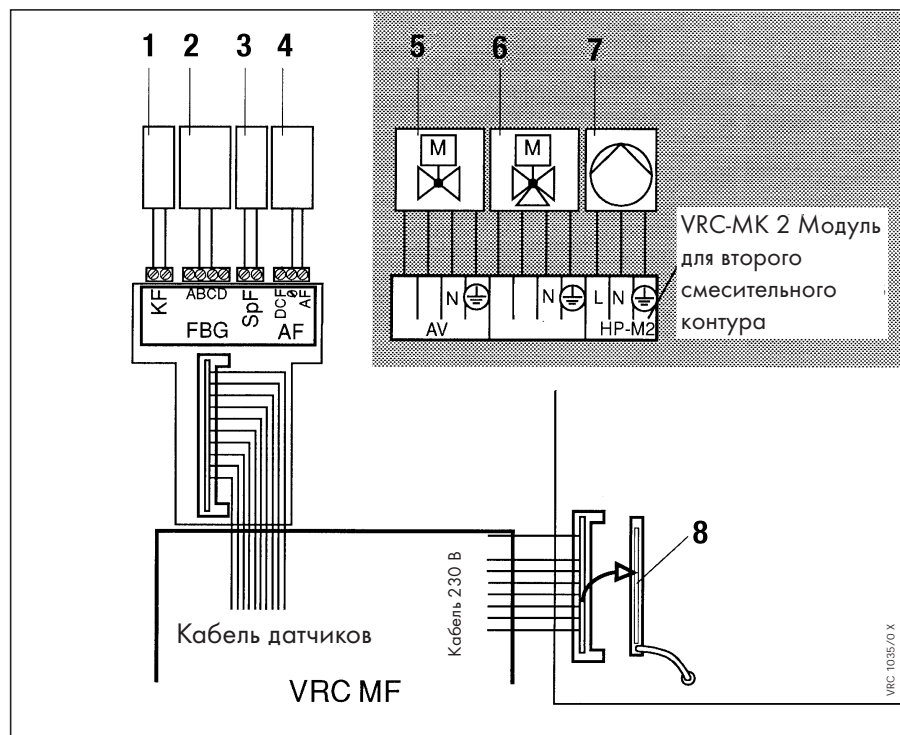

Рис. 5.1 Уровень "котёл"
- Схемы представлены рис. 5.1 и рис. 5.2 на последующих страницах.
Пояснения к рис. 5.1